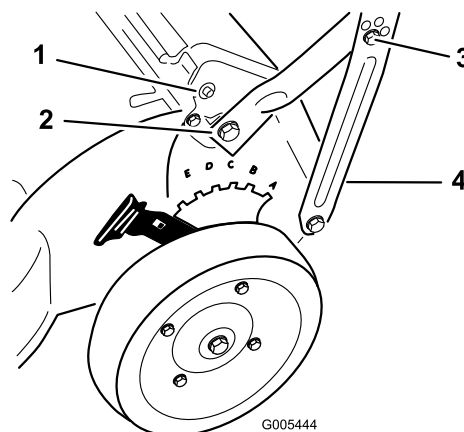

Figure 3
- Fixez le guidon au carter au moyen des boulons et rondelles déposés à l'étape 2 (modèle 22163 uniquement), mais ne les serrez pas (Figure 3).
- Fixez les supports de guidon avec 2 boulons à tête hexagonale (modèle 22164 uniquement) ou 2 boulons à tête ovale (modèle 22163 uniquement) et 2 contre-écrous (Figure 3).
Remarque: Fixez le serre-câble aussi bas que possible sur le guidon pour éviter que le(s) câble(s) ne s'accroche(nt) à la tige de volet arrière et ne gêne(nt) le système d'autotraction (Figure 3).